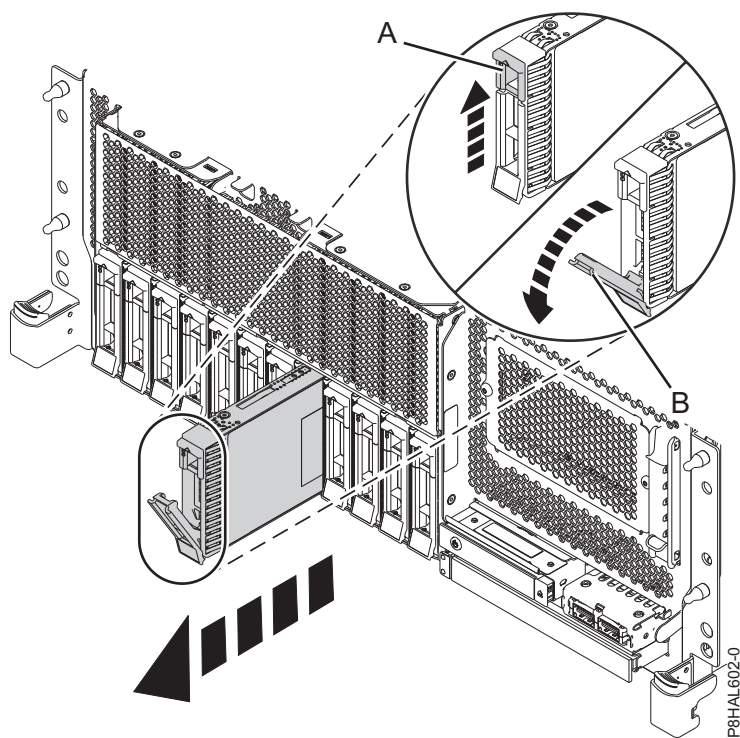
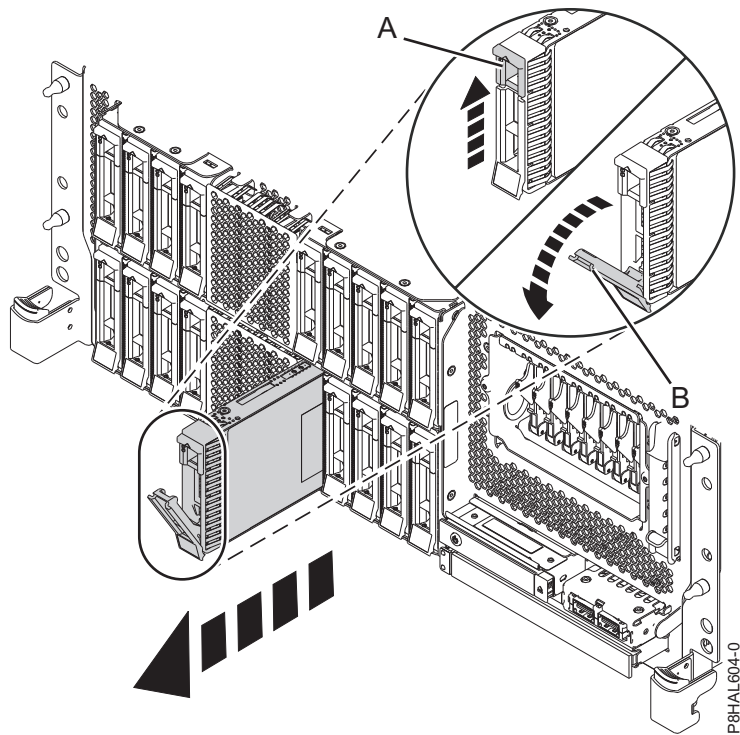

Figura 87. Extracció d'una unitat de disc d'un sistema de funció bàsica muntat en bastidor
Figura 88. Extracció d'una unitat de disc d'un sistema de funció expandida muntat en bastidor
4. Quan el LED d'identificació estigui fix, desbloquegeu la nansa del compartiment d'unitats **(B)** fent pressió al pestell de la nansa **(A)** i estirant-lo cap a vosaltres, tal com es mostra a Figura 87 a la pàgina 97, Figura 88 a la pàgina 97, Figura 89 a la pàgina 98 i Figura 90 a la pàgina 99. Si la nansa encara no ha sortit del tot, la unitat d'estat sòlid no podrà lliscar fora del sistema.